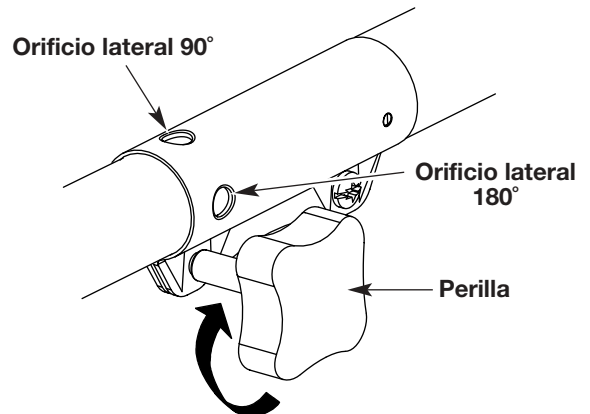

Fig. 8
3. Oprima y suelte por completo la bombilla del cebador lentamente de 5 a 7 veces. El combustible debe estar visible en la bombilla (Fig. 8). Si el combustible no está visible, oprima tres (3) veces más o hasta que lo vea.
3. Gire la perilla en sentido horario para ajustarla (Fig. 8).
Para recortar bordes mientras usa el accesorio de corte de cabeza de línea con modelos EZ-Link™, trabe el botón de desconexión en el **orificio lateral de 90°** o en el **orificio lateral de 180°** (Fig. 8).